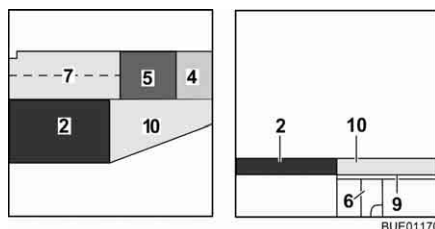

Fig. 137 Depois da transformação
- Coloque o estofa do assento (Fig. 137,5) no meio.
- Coloque o estofa do encosto (Fig. 137,4) entre o estofa do assento e a parede.
- Coloque o estofa adicional (Fig. 137,10) sobre o acrescento da cama.